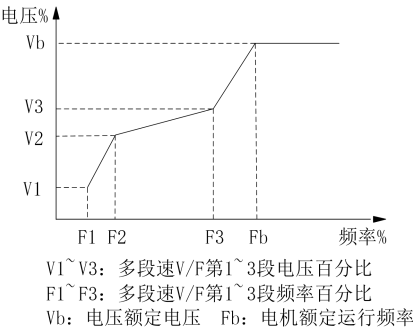

图 6-5 多点 V/F 曲线设定示意图
- 1：多点 V/F。通过设置 P2-01~P2-06 参数自定义 V/F 曲线，如图 6-5 所示。
可通过 P2-01~P2-06 自定义 V/F 曲线，如图 6-5 所示，三个电压点和频率点的设置需满足关系， $V1<V2<V3$ ， $F1<F2<F3$ 。